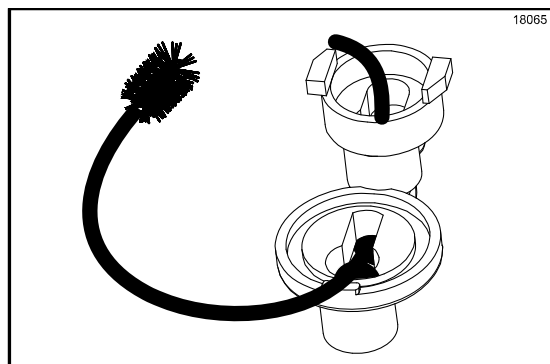

Abbildung 84
6. Die schwarze Bürste mit dem borstenlosen Ende voran in die Passage zwischen Einlass- und Auslassventil einführen. (Siehe Abbildung 84.)